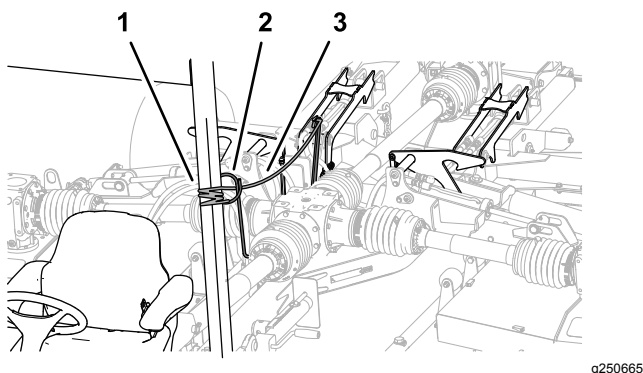

図 34
- ホースガイドからのデッキロックロープを運転席に導く 図 34。
2. デッキロックロープを、牽引車両のシャーシの動かない部分たとえば ROPS の柱材に縛り付ける図 34。